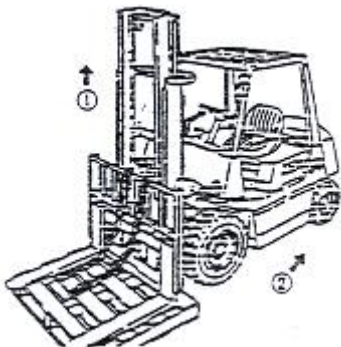

Рис. 2-37
- (1) Поместите паллет на вилы погрузчика и поставьте его на ровную поверхность.
- (2) Опустите вилы, чтобы паллет коснулся земли
- (3) Отсоедините верхнее крепление цепи и снимите цепь с колеса.
- (4) Поднимите внутреннюю мачту (Поз. 1 на Рис. 2-37)
- (5) Сдайте на погрузчике назад после подтверждения того, что рама вилок была отсоединена от внутренней мачты (Поз. 2 на Рис. 2-37).
- (6) Замените главный ролик.